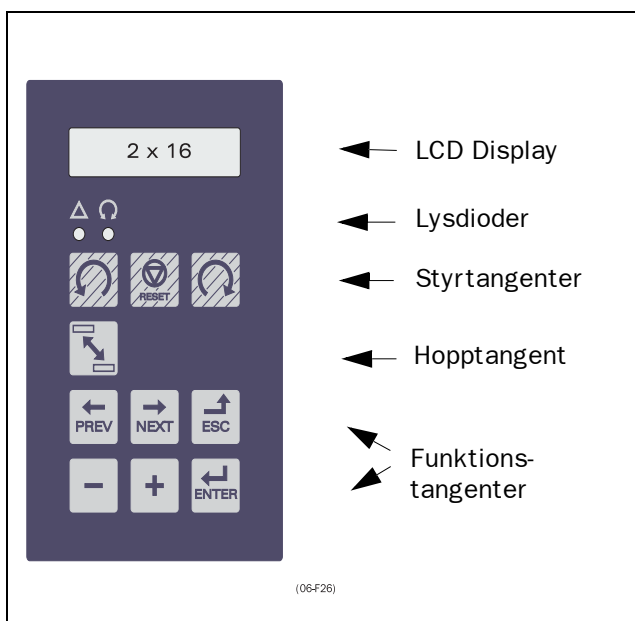

Fig. 15 Kontrollpanel.
Fig. 15 visar kontrollpanelen (KP). På kontrollpanelen visas omriktarens status och den används för att programmera alla inställningar. Det är även möjligt att styra motorn direkt från kontrollpanelen.